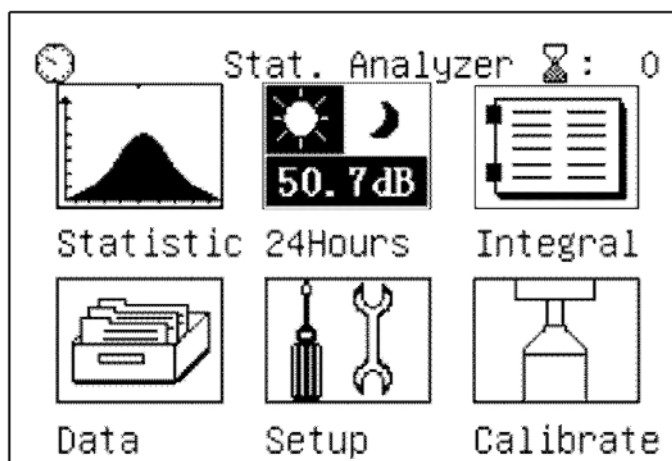

Fig. 14: Selezione analisi 24Hours
1. Selezionare con i tasti " o " l'icona "24Hours" (vedere Fig. 14) e confermare con "